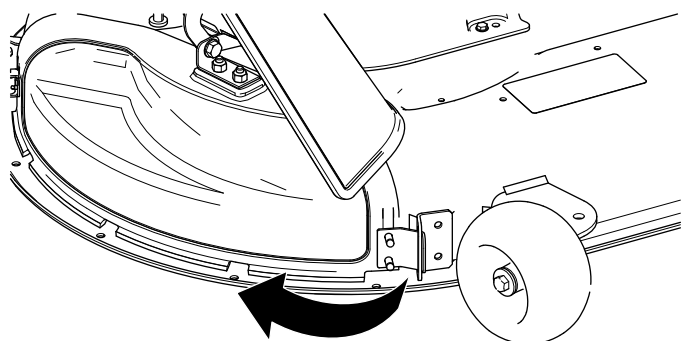

Рисунок 14
- Наклоните крышку выброса назад и в сторону деки так, чтобы она была совмещена с декой газонокосилки (Рисунок 14).